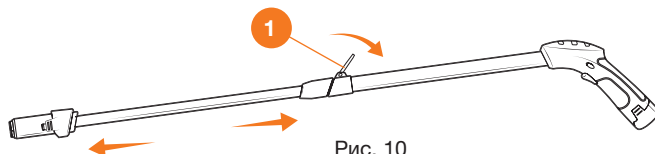

Рис. 10
- Освободите фиксатор **1**, отрегулируйте телескопическую рукоятку по длине, закрепите фиксатором и приступайте к использованию (Рис. 10).